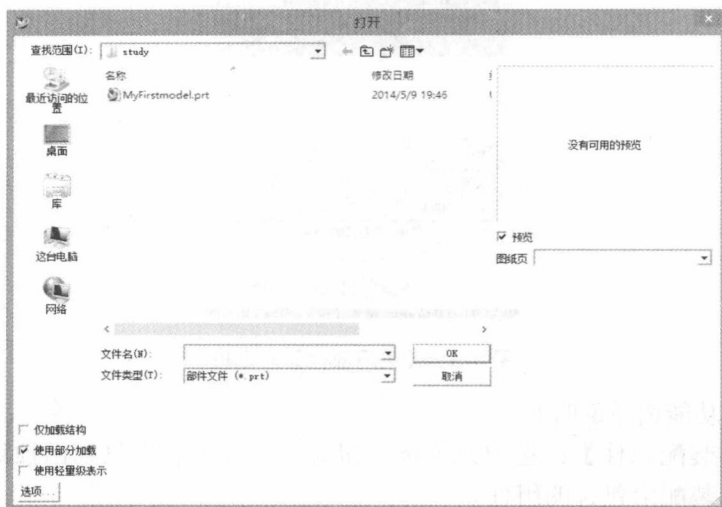

图 1-3 打开部件对话框
(1) 选择【文件】|【打开】命令或单击【快速访问工具栏】上的【打开】按钮，出现【打开】对话框，如图 1-3 所示。
(3) 如果知道文件名, 在【文件名】下拉列表框中输入部件名称, 然后单击 OK 按钮。如果 NX 不能找到该部件名称, 则会显示一条出错消息。